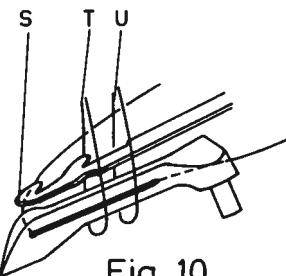
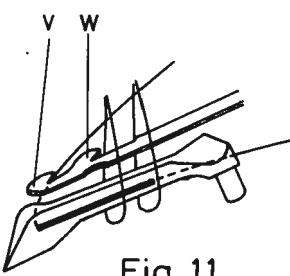

Fig. 10
Fig. 11
7. The setting of the lower knife tip as described in item 6 is a basic adjustment. It must be rechecked according to Fig.10 and Fig.11. The lower knife must pass through the needle thread loops (T and U, Fig. 10) and deflect the looper thread at edge (S). As the lower knife swings back, the looper thread must be caught by cutting edge (V, Fig. 11) and the needle threads by cutting edge (W, Fig. 11) and drawn back to the upper knife.
- Die Einstellung der Untermesserspitze nach Punkt 6 ist eine Grundeinstellung. Sie muß entsprechend Fig. 10 und Fig. 11 überprüft werden. Das Untermesser muß durch die Nadelfadenschleifen (T und U, Fig. 10) hindurchgehen und an der Kante (S) den Greiferfaden ablenken. Beim Zurückschwenken des Untermessers müssen der Greiferfaden von der Schneide (V, Fig. 11) und die Nadelfäden von der Schneide (W, Fig. 11) zum Obermesser gezogen werden.